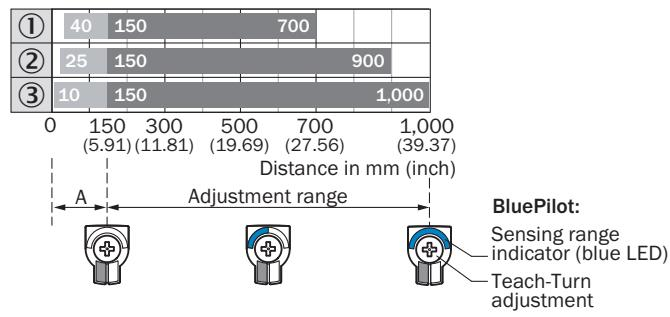

図 87: 棒グラフ 1
使用条件の点検: 検出距離と対象物または背景までの間隔、ならびに対象物の反射率を対応する図 [図 86、図 87] と照らし合せます ( $x$  = 検出距離、 $y$  = 設定した検出距離と背景（白 90%）間の最小距離)。反射率: 6% = 黒色 ①、18% = 灰色 ②、90% = 白色 ③ (DIN 5033 に準拠した白)。当社では、反射率が低い対象物を使用して設定を行うことを推奨しています。